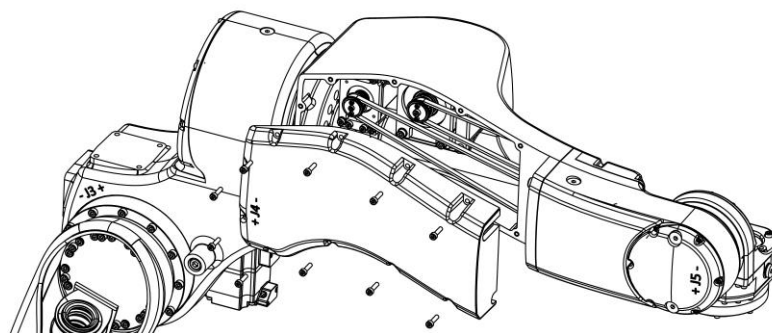

图 13-5 拆除小臂外侧盖板示意图
3. 拆卸小臂外侧盖板及 10 颗螺钉，如图 13-5 所示。